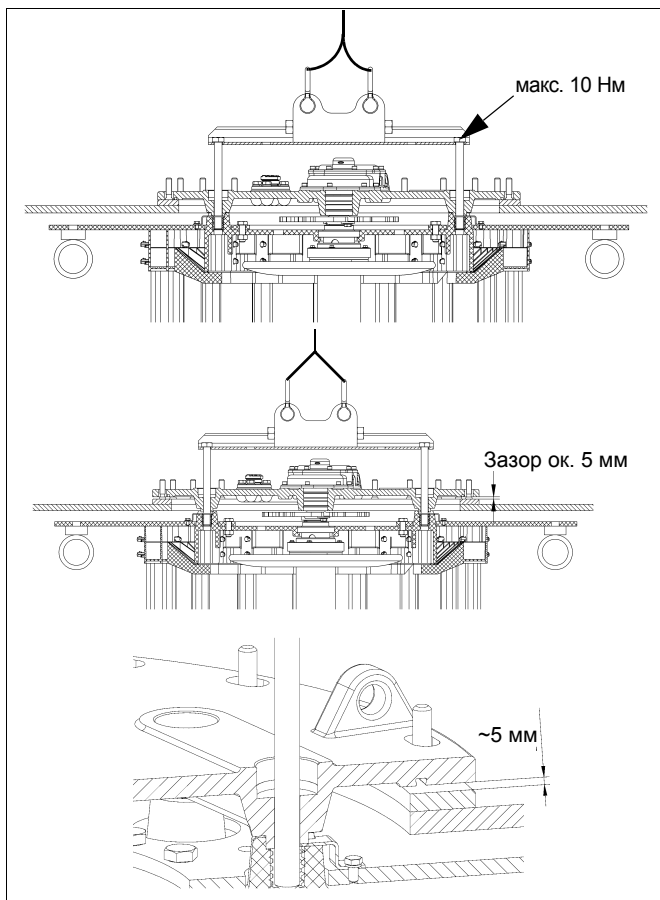

рис. 77 Подъем устройства ПБВ
2) С помощью подъемной траверсы поднимите устройство ПБВ таким образом, чтобы между головкой устройства ПБВ и монтажным фланцем оставался зазор ок. 5 мм (**рис. 77**)